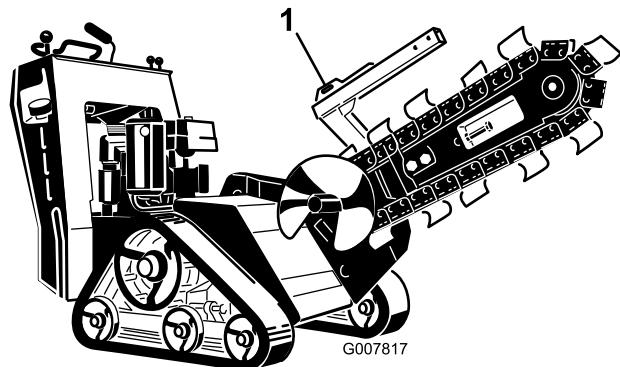
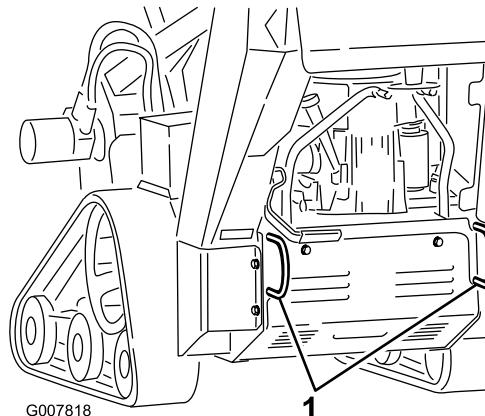

Bild 23
Bild 24
- Befestigen Sie Ketten oder Riemen an den Vergurtungsstellen bzw. Hebelaschen vorne und hinten an der Maschine, um die Maschine am Anhänger zu befestigen (Bild 23 and Bild 24). Halten Sie die örtlichen Vorschriften für Anhänger und Vergurtung ein.
Sie können die Maschine mit den Vergurtungs- und Hebeschlaufen als Hebestellen hochheben (Bild 23 und Bild 24).